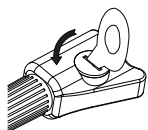

fig.1
- Ruotare il coperchio della batteria con la chiave (fig. 1), quindi rimuoverlo.